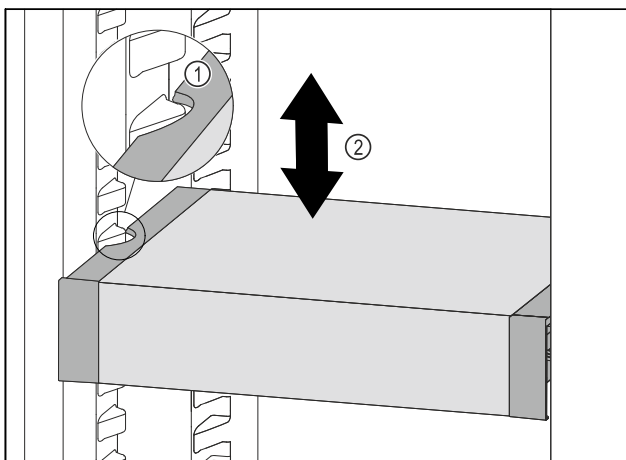

Fig. 200
- Tirare VarioSafe in avanti fino a quando le cavità laterali di VarioSafe non si trovano al livello della nervatura del contenitore nel vano frigorifero. Fig. 200 (1)
- Spostare VarioSafe verso l'alto o verso il basso nel vano frigorifero fino a raggiungere l'altezza desiderata. Fig. 200 (2)